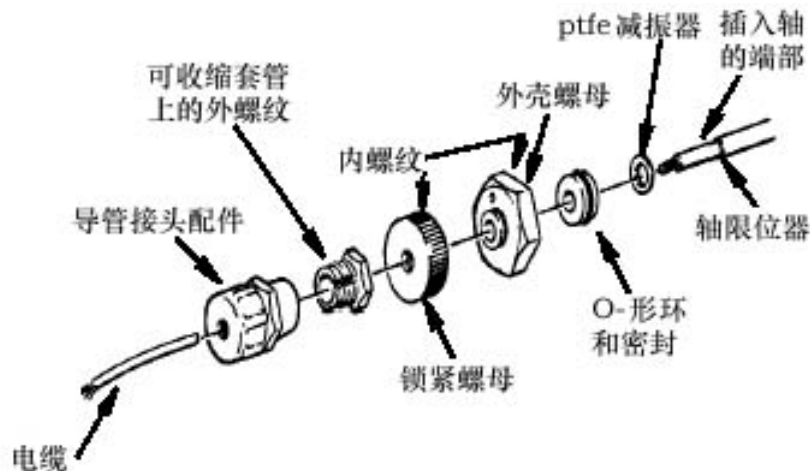

图 8、零件装配到闸阀插入式传感器电缆上
- 3、将零件装配到闸阀插入式传感器电缆上，如图 8 所示。